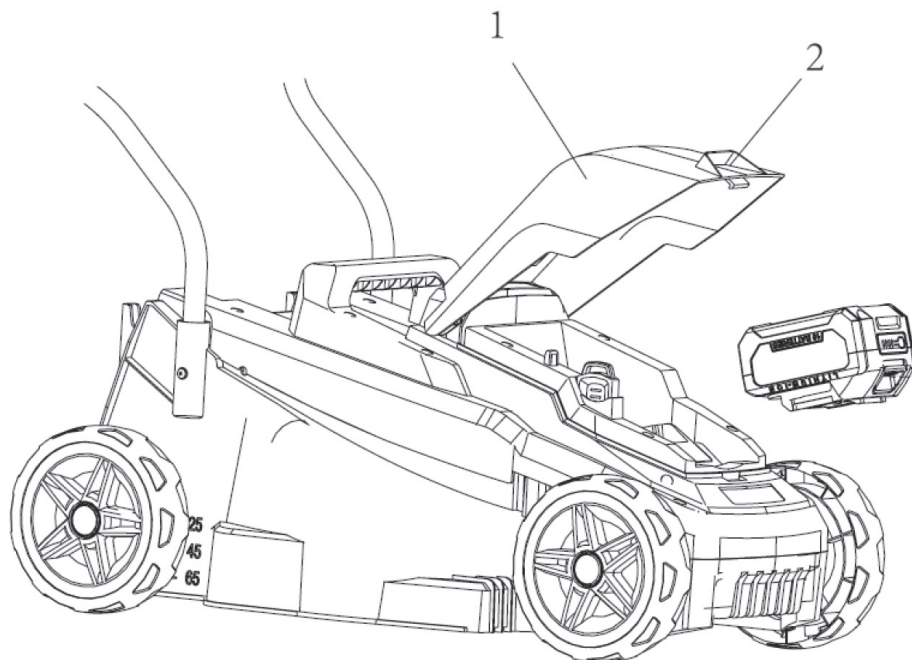

Рис. 11
Нажмите на защелку (2) и поднимите крышку батарейного отсека (1) (рис. 11)